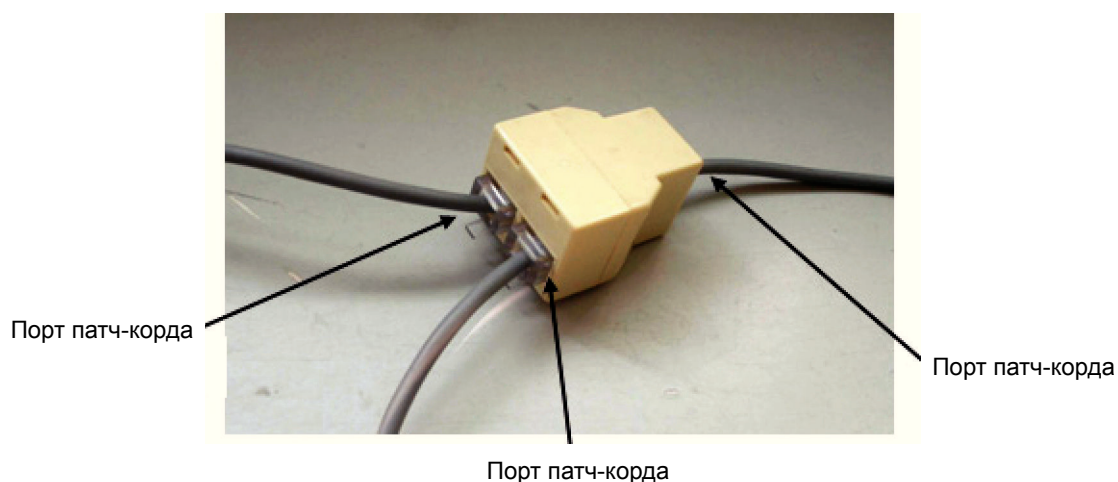

Рис. 7.12
7.2.5 Трехштекерный телефонный разъем (рис. 7.12) (приобретается пользователем)